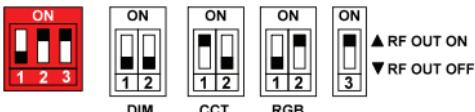

Рис. 4. Конфигурация микропереключателя.
3.3. Установите DIP переключателями режим работы панели в соответствии с Рис.4.
- На панели установите 3-й DIP переключатель в положение «ON» (см. рис.4).